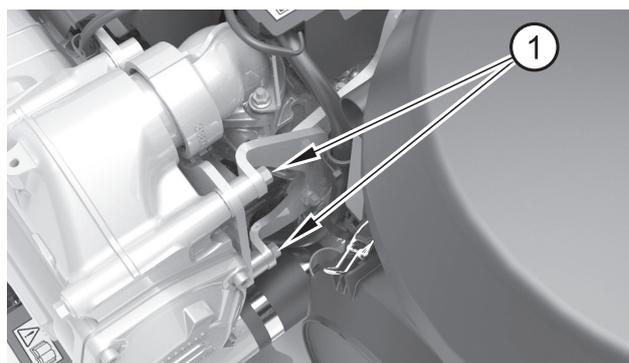

Abbildung 17
5. Entfernen Sie die hinteren Schrauben, mit denen die Baugruppe befestigt ist (Abbildung 17, Nummer 1).